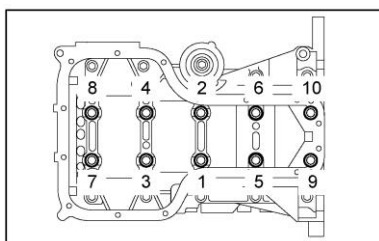

Рисунок II-241
2) Заверните 10 крепежных болтов крышек подшипников как показано на рисунке. ((см. Рисунок II-241))